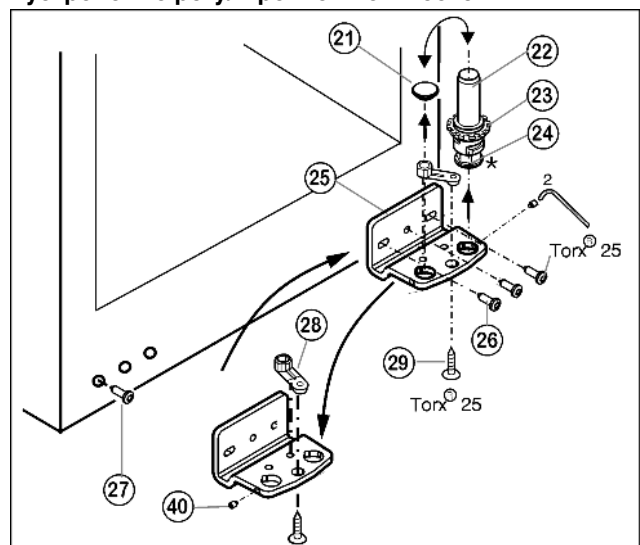

Fig. 6
- Отвинтите установочный винт Fig. 6 (40) приблизительно на один оборот прилагаемым торцевым ключом.
- Извлеките опорный винт Fig. 6 (22) в комплекте с шайбой Fig. 6 (23) и регулируемой опорой* Fig. 6 (24), вывинчивая его вверх.
- ▶ Снимите пробку Fig. 6 (21).
- ▶ Открутите Fig. 6 (26) опорный кронштейн Fig. 6 (25).
- ▶ Полностью выкрутите установочный винт Fig. 6 (40) и вкрутите на противоположной стороне на нижнем опорном кронштейне, чтобы он был заподлицо с этим кронштейном.
- ▶ Открутите Fig. 6 (29) опорную деталь Fig. 6 (28) и, переставив в отверстие на противоположной стороне опорного кронштейна, снова прикрутите.
- ▶ Переставьте пробку Fig. 6 (21) в свободное отверстие.
- ▶ Выкрутите болт Fig. 6 (27) и переставьте его на противоположную сторону.
- ▶ Снова прикрутите опорный кронштейн Fig. 6 (25) на новой стороне шарнира (**с моментом 4 Нм**). При необходимости используйте аккумуляторный шуруповерт.
- ▶ Вновь установите опорный винт Fig. 6 (22) в комплекте с шайбой и регулируемой опорой*.
- ▶ Затяните установочный винт Fig. 6 (40).
- ▶ Установите дверцу сверху на нижний опорный палец Fig. 6 (22).
- ▶ При необходимости выровняйте дверцы через два продольных паза в нижнем опорном кронштейне Fig. 6 (25) параллельно корпусу устройства. Для этого выкрутите средний винт.